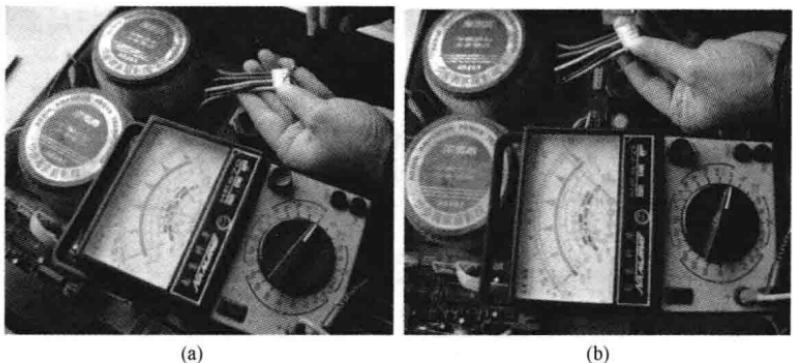

图 3-46 检测变压器
2) 检测变压器有无故障。利用万用表测量电阻的方法检测变压器绕组的好坏，将万用表的转换开关置于电阻挡的 $R \times 1$ ，如图 3-46 所示。